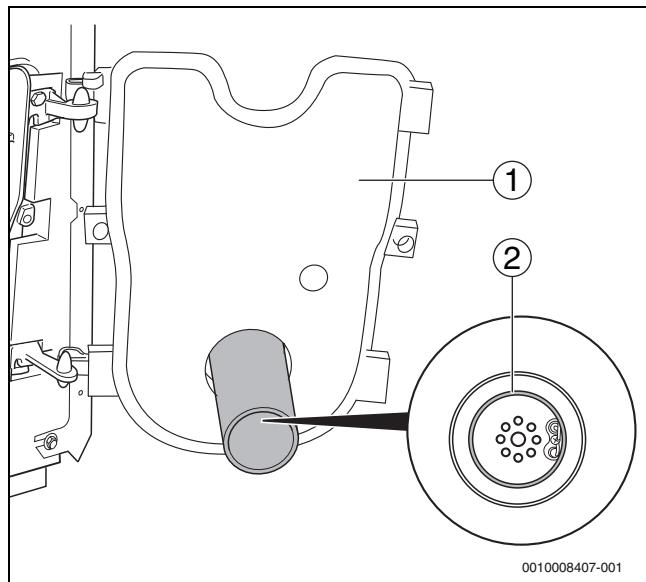

Bild 42 Korrekten Sitz der Dichtung prüfen
- Bei geöffneter Brennertür (→ Bild 42, [1]) korrekten Sitz der Dichtung (→ Bild 42, [2]) prüfen.
- Brennertür schließen (→ Bild 42, [1]) und Befestigungsschrauben der Brennertür festziehen (ca. 10 Nm).